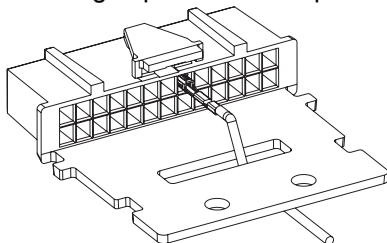

Figure 2a. Réducteur de tension du fil
2. Amenez le fil à la borne de contact par le biais du connecteur comme indiqué à la *Figure 2a*, ou pour les applications avec plusieurs accessoires connectés à la radio mobile, amenez les fils comme indiqué à la *Figure 2b* et sécurisez avec un collier de serrage après avoir complété l'étape 3.